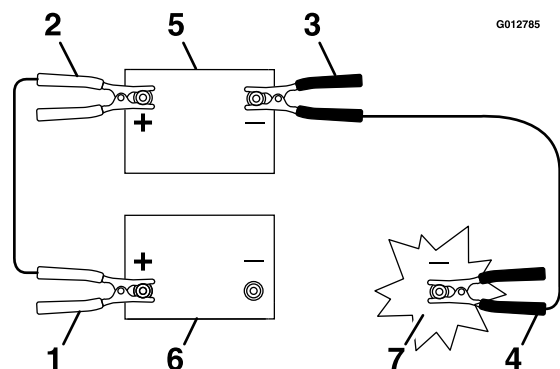

図 49
- 図 49 のように、救援される車両のバッテリースタータまたはスタータソレノイドに接続されているのプラス+端子に、プラス+ケーブルを接続する。